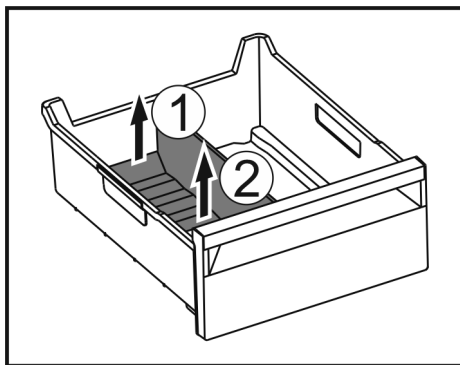

Fig. 70
- 提升冰格分隔器后部。 Fig. 70 (1)
- 向上取出冰格分隔器。 Fig. 70 (2)